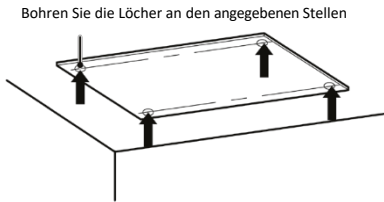
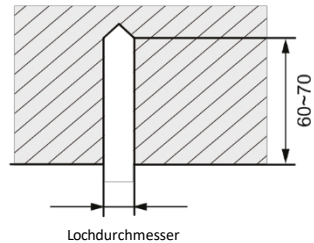

Abb. 2
Abb. 3
- (1) Kleben Sie die Schablone an die Einbaustelle; bohren Sie 4 Löcher entsprechend der Lochanordnung auf der Schablone, wie in Abb. 2 dargestellt; der Lochdurchmesser richtet sich nach dem Durchmesser der Spreizschraube, und die Tiefe beträgt 60 bis 70 mm, wie in Abb. 3 dargestellt.